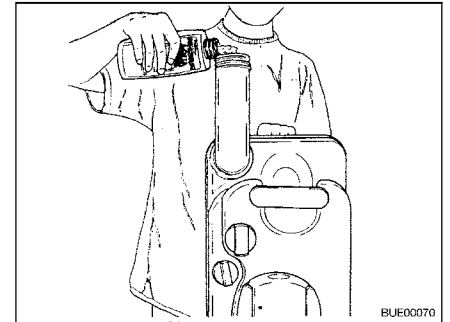

Fig. 290 Remplir de liquide pour sanitaires
- Remplir le réservoir pour matières fécales de la quantité indiquée de liquide pour sanitaires (Fig. 290).